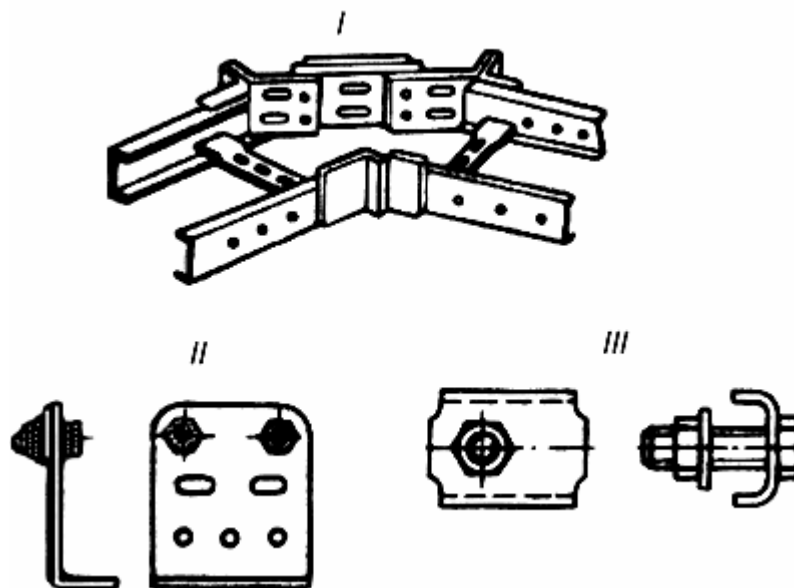

Рис.10
На поворотах магистралей лотков в горизонтальной плоскости (I) их крепят к конструкциям с помощью прижимов НЛ-ПРУЗ (II). Для крепления нагревостойких перегородок к бортам лотков используют держатели НЛ-ДУЗ (III) (рис.10).